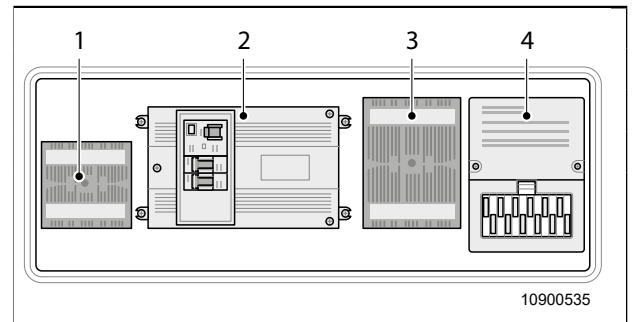

Fig. 52 Unidad eléctrica
Los consumidores eléctricos en el habitáculo conectados en el suministro de corriente eléctrica de 12 voltios están protegidos por fusibles separados en la caja de distribución (Fig. 52, pos. 4).
Después de haber establecido la conexión a la red eléctrica de 230 voltios, el cargador estará funcionando. El interruptor del cargador (Fig. 52, pos. 3) estará iluminado. Si el interruptor no está iluminado, pulsar el interruptor.